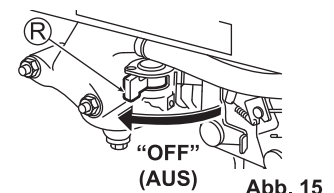

Abb. 15
3. Stellen Sie den Kraftstoffhahn (R) auf "OFF" (AUS). (Siehe Abb. 15)